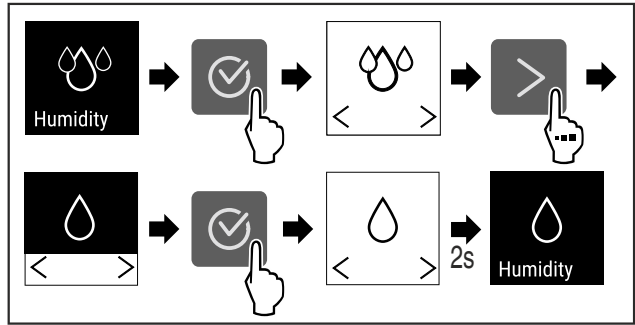

Fig. 39 \*
▶ Изпълнете стъпките (виж Fig. 39) .\*